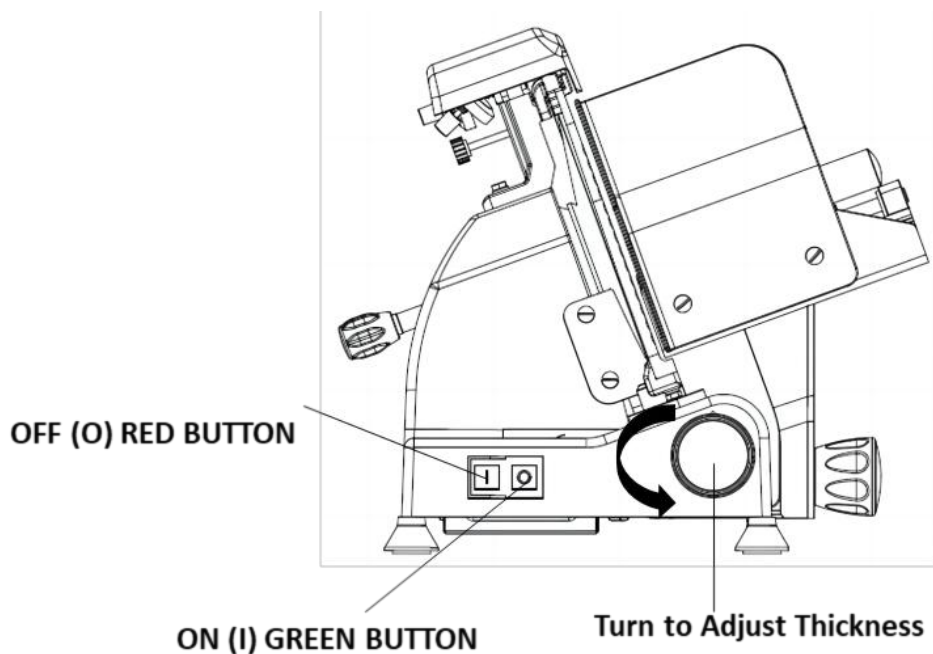

Fig. 2
5. För att slå PÅ köttskäraren, tryck på den gröna "I"-knappen. (Se fig. 2)
6. För att stänga AV köttskäraren, tryck på den röda "O"-knappen. (Se fig. 2)
12. När du är klar, stäng av köttskäraren "AV" (0) genom att trycka på den röda knappen. (Se fig. 2)